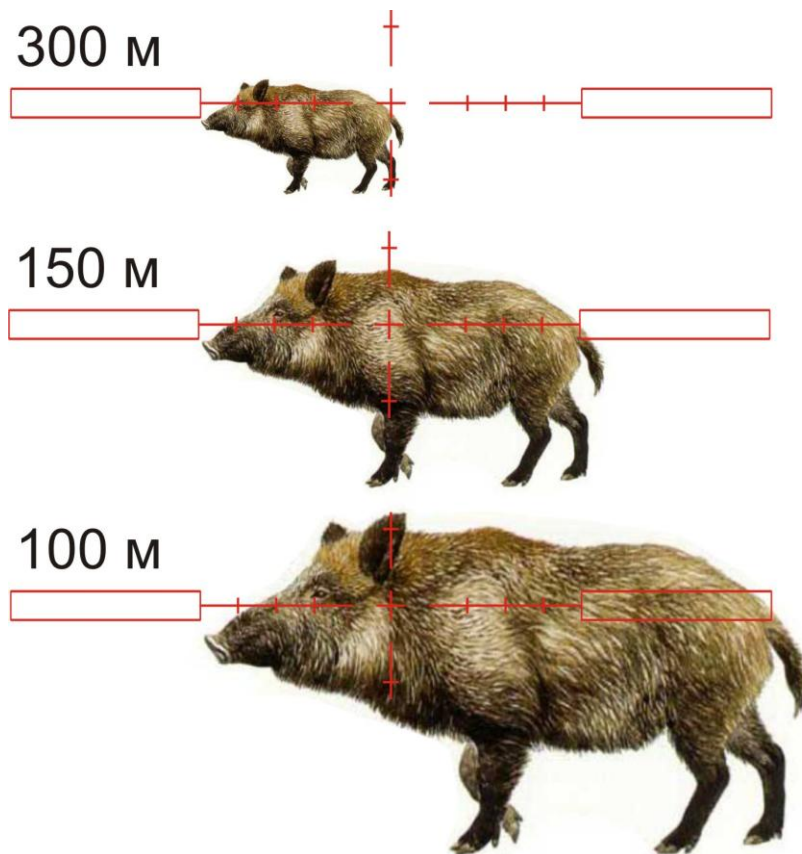

Рис.4
- 2) поместите перекрестье прицела так, чтобы одна сторона цели оказалась на риске Mil Dot (см. пример на рис. 4),
На рис. 4 представлен пример оценки расстояния для прибора «Dedal-460» до кабана (трофейной длины 1,5 м) по сетке Mil Dot (5, 10 и 15 делений соответственно).